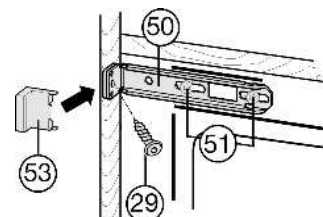

Fig. 18
- Немного ослабьте винты *Fig. 18 (51)*.
- Закрепите верхний крепежный уголок *Fig. 18 (50)* с помощью винтов для стружечной плиты *Fig. 18 (29)* $\varnothing 4 \times 19$ на стенке мебели.
- Удалите выступающий конец крышки *Fig. 18 (53)*.
- Затяните винты *Fig. 18 (51)*.
- Установите крышку *Fig. 18 (53)*.